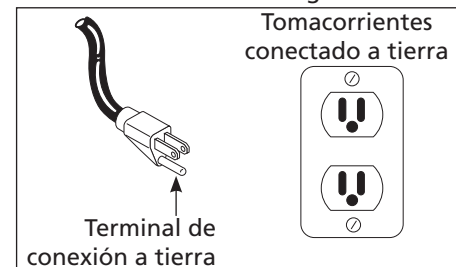

Figura 2 - Método de conexión a tierra
3. Este producto está diseñado para circuitos nominales de 120 voltios y tiene un enchufe para conexión a tierra similar al de la Figura 2.